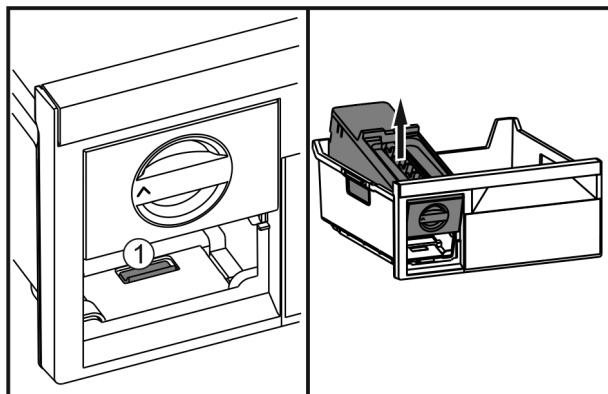

Fig. 80
- ▶ Tryk på lasken Fig. 80 (1), løft EasyTwist-Ice bagfra, og tag den ud af fryseskuffen.